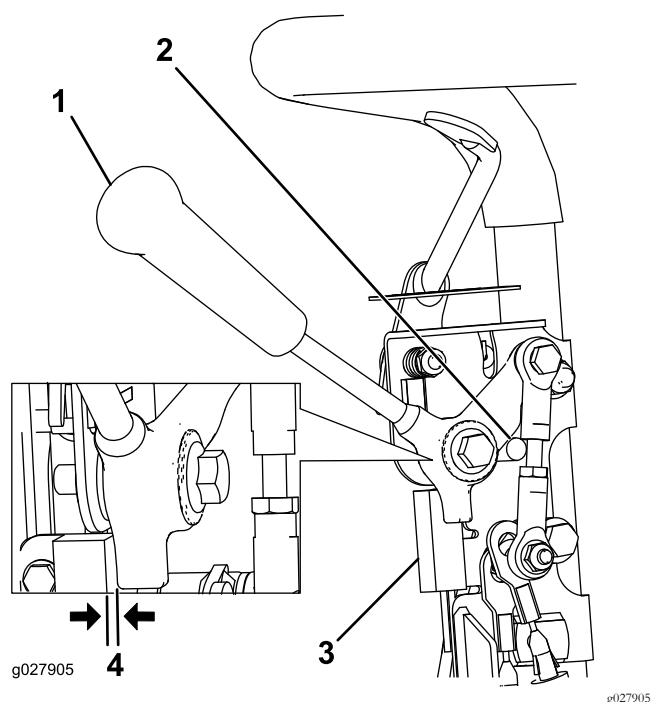

图30
1. 确保发动机关闭、牵引杆处于“已分离”位置且机器停放在“空档停止”位置图30。
2. 松开联锁开关紧固件(图30)。
3. 在牵引杆与联锁开关之间放入 0.8mm 厚的塞尺图30。